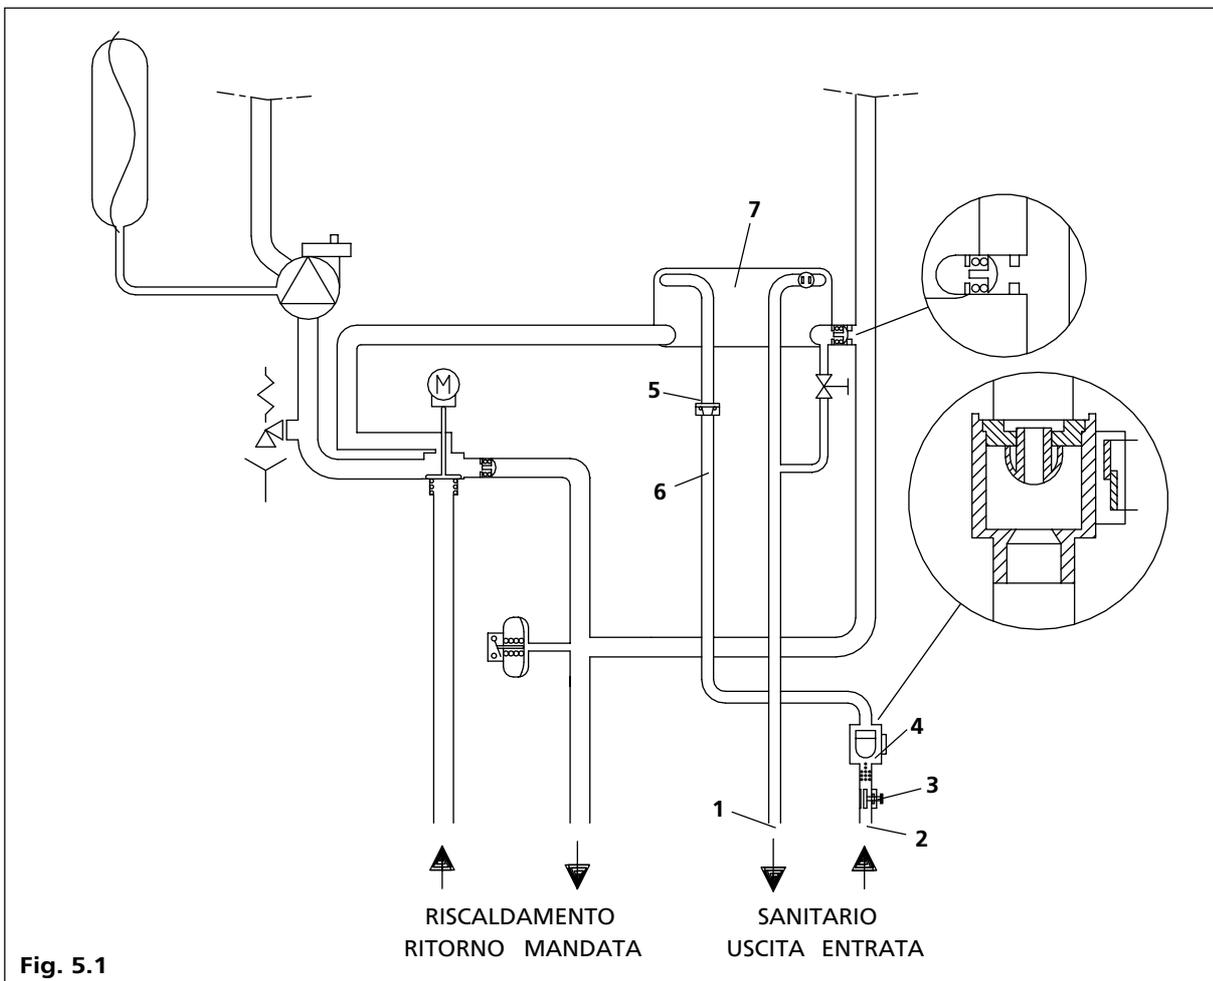

Fig. 5.1
5.1 Principio di funzionamento idraulico in sanitario (Fig. 5.1)